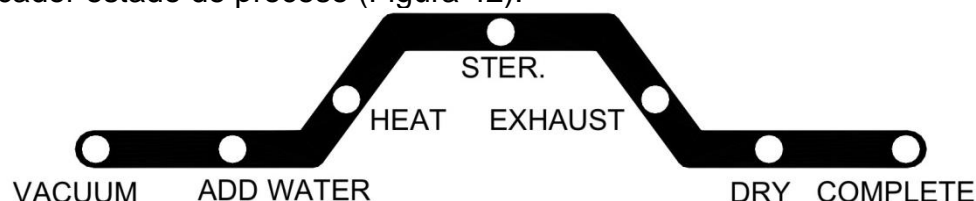

Figura 42
F. Presione el botón START (inicio) , la configuración de temperatura, duración, y tiempo de secado se despliegan dos veces en la pantalla de tres dígitos, y luego el esterilizador funcionará automáticamente con el programa seleccionado. El progreso actual del ciclo de esterilización se indica mediante el encendido de la luz LED en el indicador estado de proceso (Figura 42).